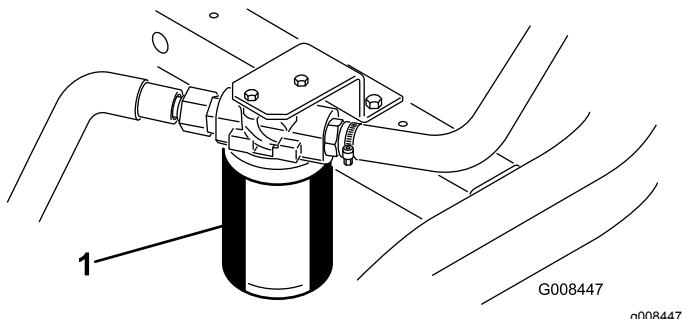

Figure 48
1. Nettoyez la zone autour de la surface de montage du filtre (Figure 48). Placez un bac de vidange sous le filtre et enlevez le filtre.